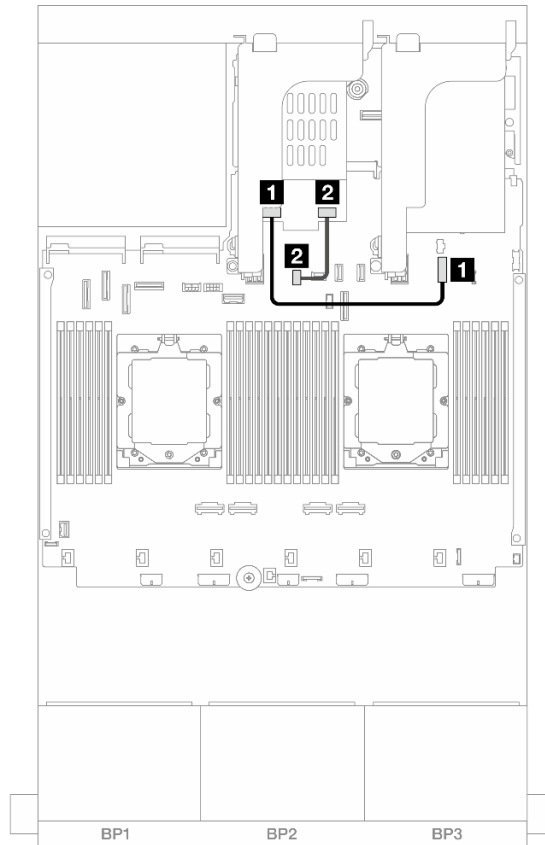

Figura 325. Instradamento dei cavi NVMe
- Figura 325 "Instradamento dei cavi NVMe" a pagina 379